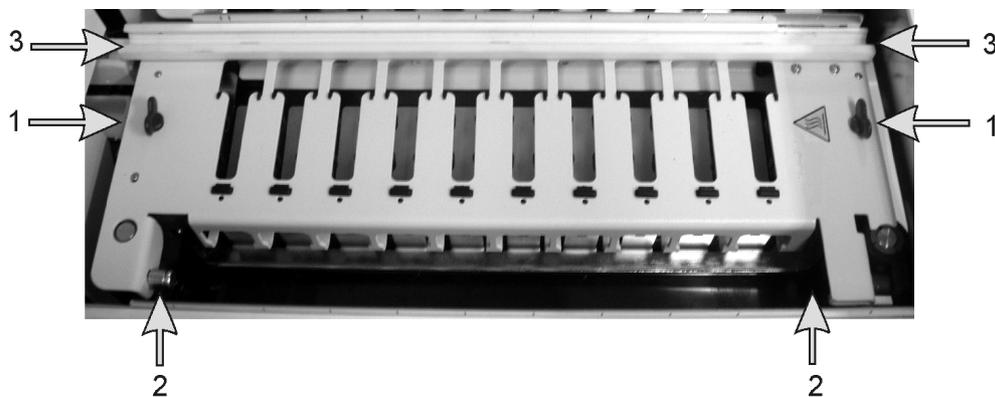
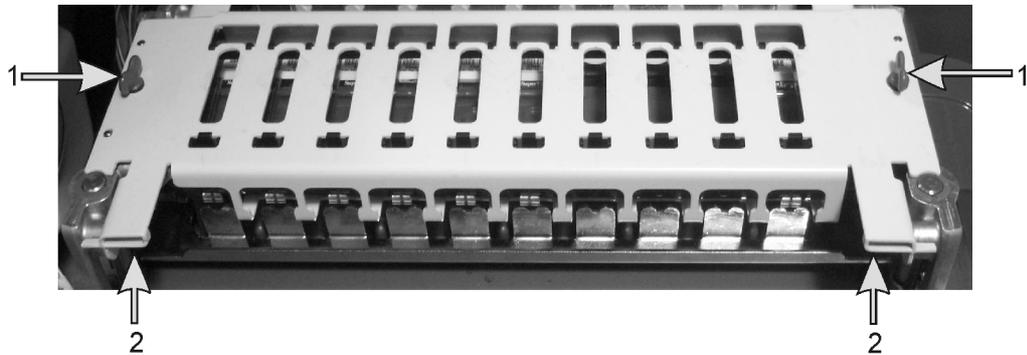

Figura 128: BOND-III chapa superior exibindo as presilhas (1), dobradiças giratórias (2) e o guia do trilho do robô auxiliar (3)
Figura 129: BOND-MAX chapa superior exibindo presilhas de torção (1) e dobradiças rotatórias (2)
Para BOND-III limpar a guia do trilho do robô auxiliar (Item 3 na Figura 128).
2. Abrir a placa superior empurrando-a para baixo e torcendo as presilhas azuis em ambas as extremidades (itens 1 na Figura 128 e Figura 129) um quarto de torção na direção anti-horária. Colocar a chapa superior de volta em sua dobradiça (de frente para o instrumento, a abertura fica do lado direito da chapa superior)
3. Para remover completamente a placa superior (não necessário para limpeza de rotina), puxar as presilhas giratórias acionadas por mola em cada extremidade da placa (itens 2 na Figura 128 e Figura 129), depois levantar a placa para longe do conjunto de coloração de lâminas.